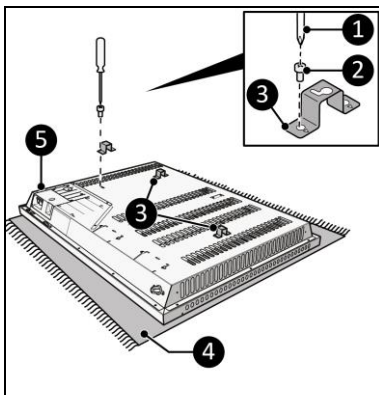

Figura 10
8. Așezați dispozitivul pe o suprafață moale, relativ constantă (Figura 10, poz. 4).
9. Înșurubați și strângeți trei console (Figura 10, poz. 1) pe ambele părți ale corpului principal (Figura 10, poz. 5) cu un șurub mic (Figura 10, poz. 2) folosind o șurubelniță Phillips (Figura 10, poz. 3).